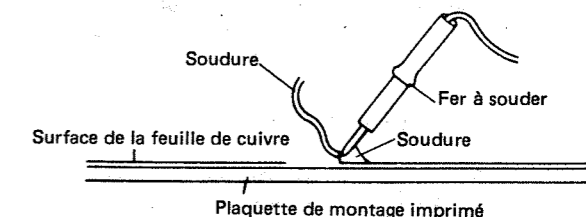

Figure 27-3
- Souder temporairement une borne de la pièce sur la surface de la feuille de cuivre. Voir la Figure 27-3.